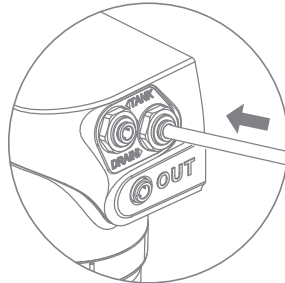

Рис. 30
- Вставьте до упора трубку красного цвета одним концом в корпус фильтра с надписью «DRAIN» (рис. 30).